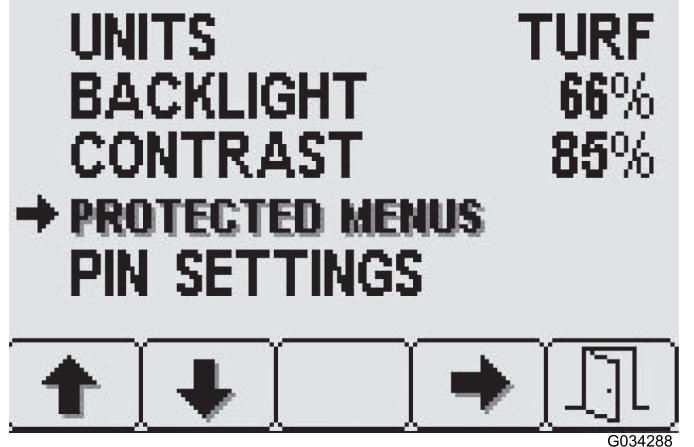

Figura 27
1. Pulse el botón 2 en Ajustes de pantalla para navegar por la opción de Menús protegidos, luego pulse el botón 4 para seleccionar Menús protegidos (Figura 27).